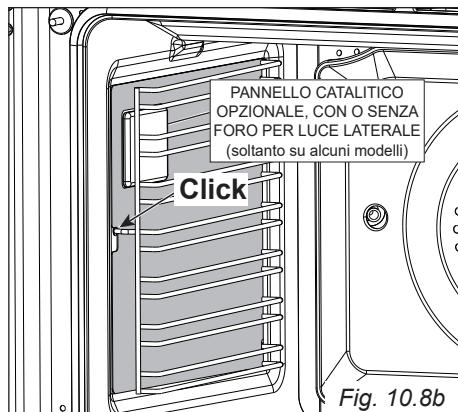

Fig. 10.8b
- Inserire l'estremità anteriore (rebbio) del telaio laterale nel foro nella parte anteriore del forno (fig. 10.8b);